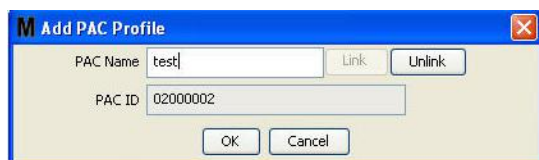

Рис. 115
- Идентификатор регулятора пневматического насоса отобразится в поле «PAC ID» [ИД регулятора] (Рис. 115). Нажмите кнопку «OK» [ОК], чтобы закрыть окно и сохранить изменения.
Обратите внимание, что кнопка «Link» [Связать] (Рис. 115) больше неактивна; зато, стала активной кнопка «Unlink» [Отменить связь]. Если нажать кнопку «Unlink» [Отменить связь], связь между регулятором пневматического насоса и ПК системы Matrix разорвется.